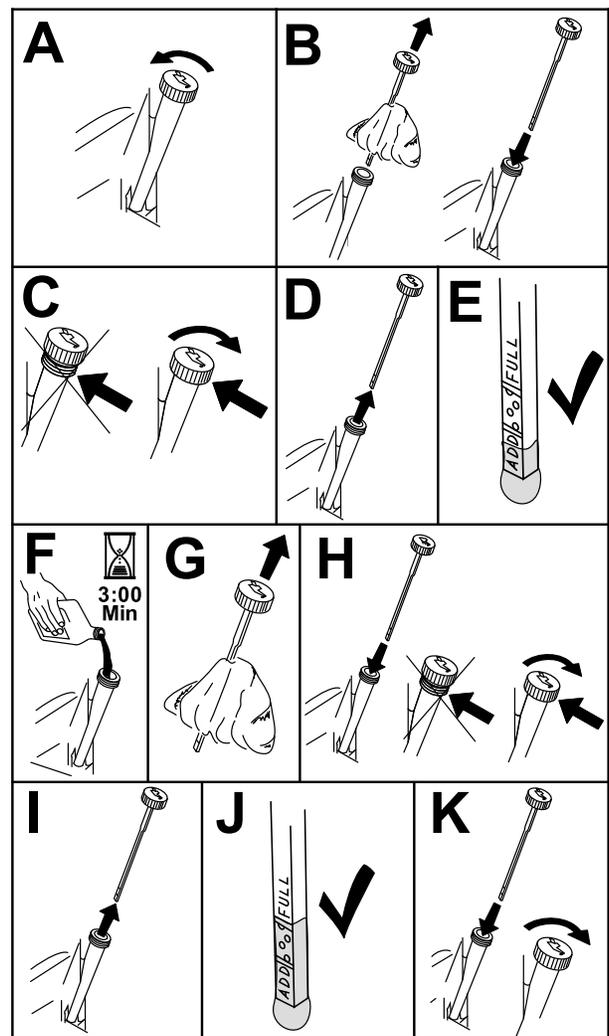

Bild 48
3. Reinigen Sie den Bereich um den Ölfüllstutzendeckel bzw. den Peilstab vor dem Abnehmen, damit kein Schmutz oder Schnittgut usw. in den Motor gelangt (Bild 48).